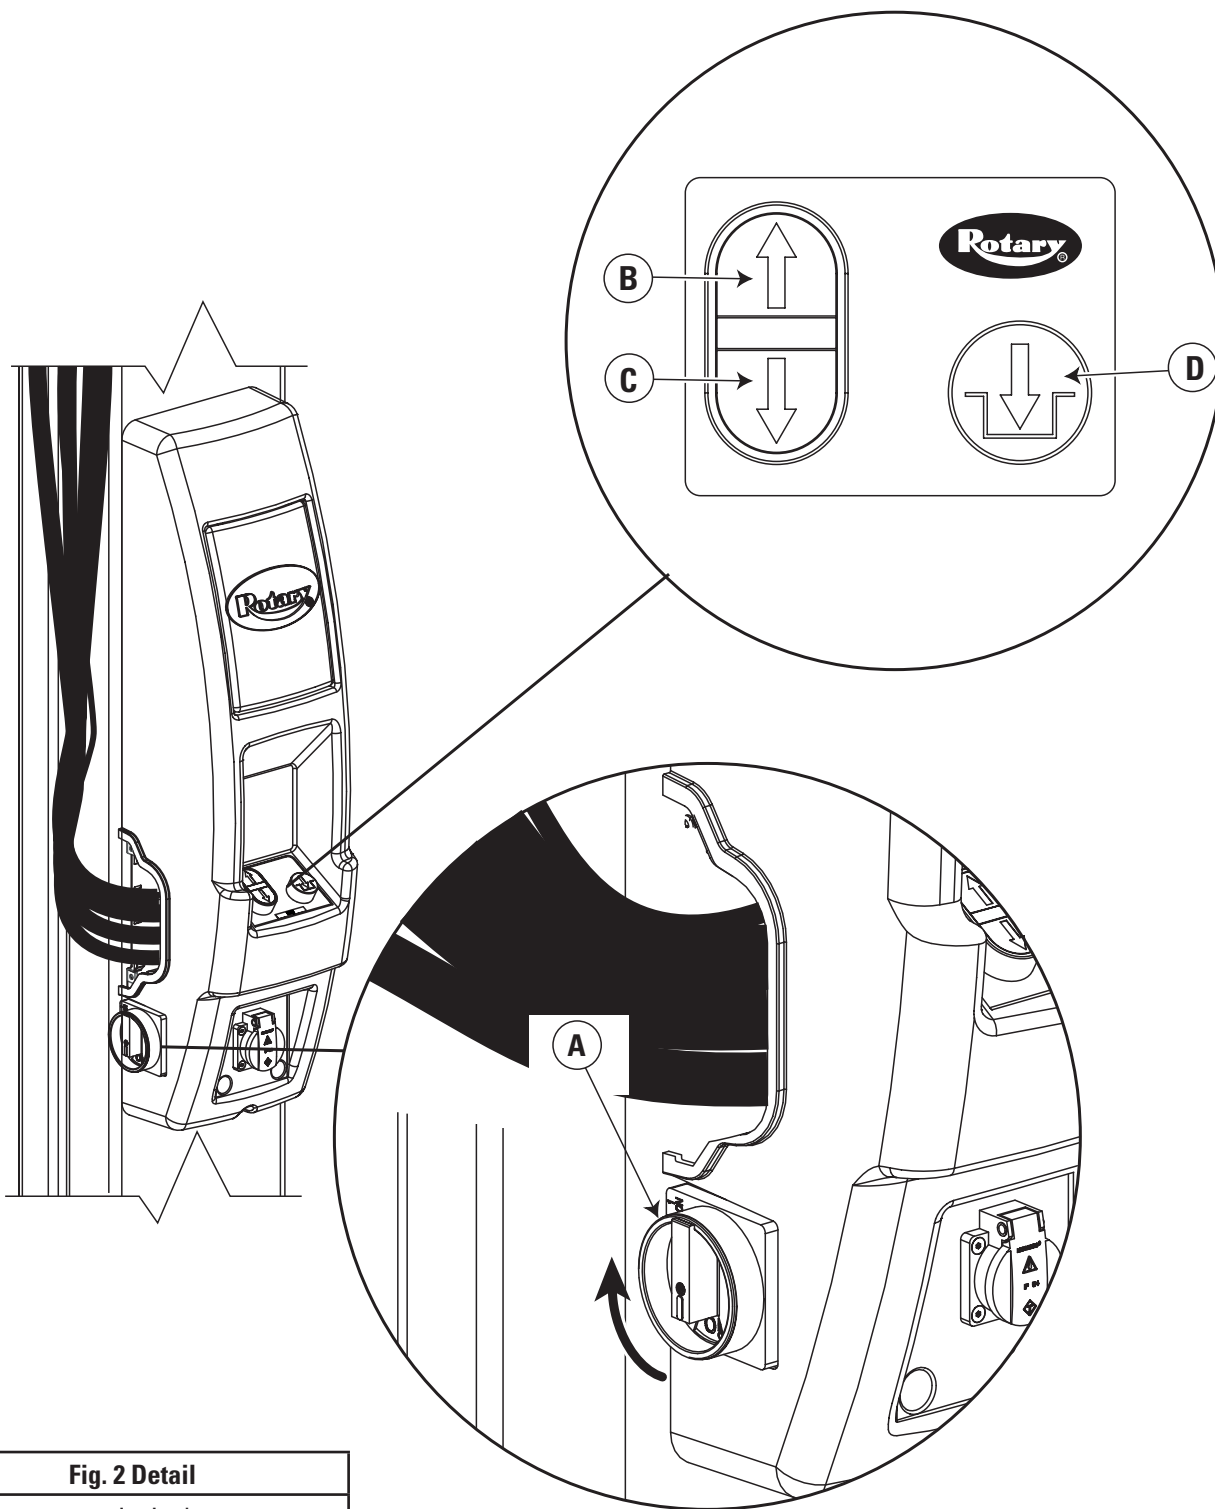

Fig. 2 Detail
Para los elevadores de la serie E, coloque los dos interruptores de parada de emergencia en la posición de encendido „ON”, Fig. 2.
- Para los elevadores de la serie E: Pulse  en el cuadro de mando, Fig. 2.